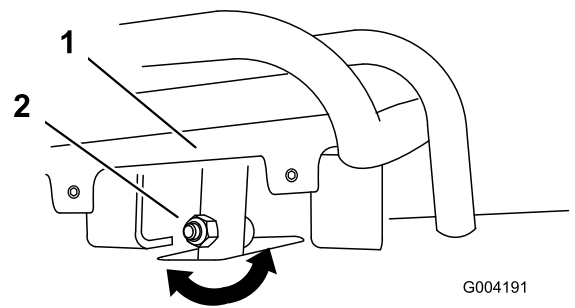
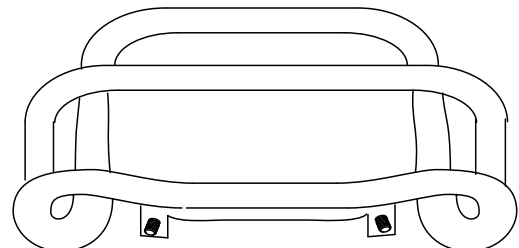

Figura 54
Figura 55
4. Dacă partea din față a comenzii de traciune nu se sprijină drept și la același nivel cu bara de referință, slăbiți piulița și urubul cu flanșă din tija comenzii de traciune (Figura 54).
5. Reglați comanda traciunii astfel încât să se sprijine la același nivel cu bara de referință atunci când o trageți drept înapoi (Figura 54 și Figura 55).